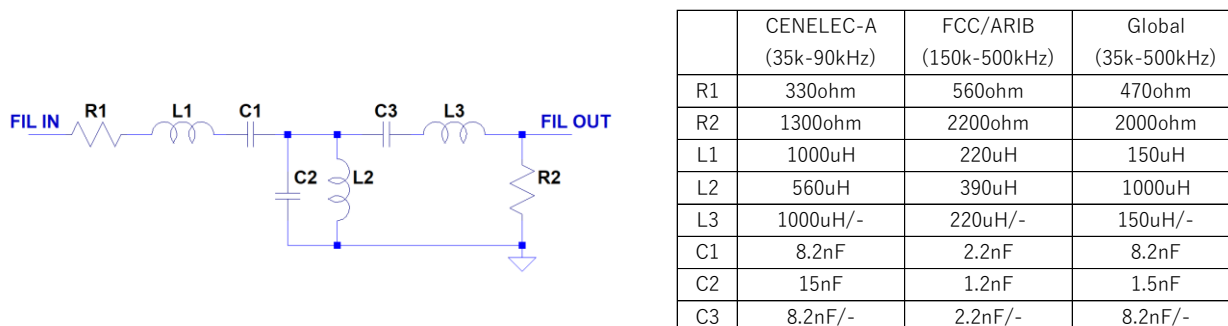

Figure 3-11 RX-BPF の構成と回路定数
- 使用する周波数帯域外のノイズを抑制する為に RX-BPF を使用します。送信出力の Power Amp に ISL15102 を採用する場合、PLC Coupler は、ISL15102 の駆動能力の関係から、IC 側:AC ライン側の巻数比を 2:1 にする必要があります。2:1 の PLC Coupler を使用した場合、1:1 の PLC Coupler を使用した場合に比べ、AC ライン側から見た PLC board の入力インピーダンスが 1/4 に見える為、入力インピーダンスが低くなる傾向にあります。よって、入力インピーダンスの低下を軽減するために、Figure 3-11 に示す使用する周波数帯域の RX-BPF の定数を選択してください。